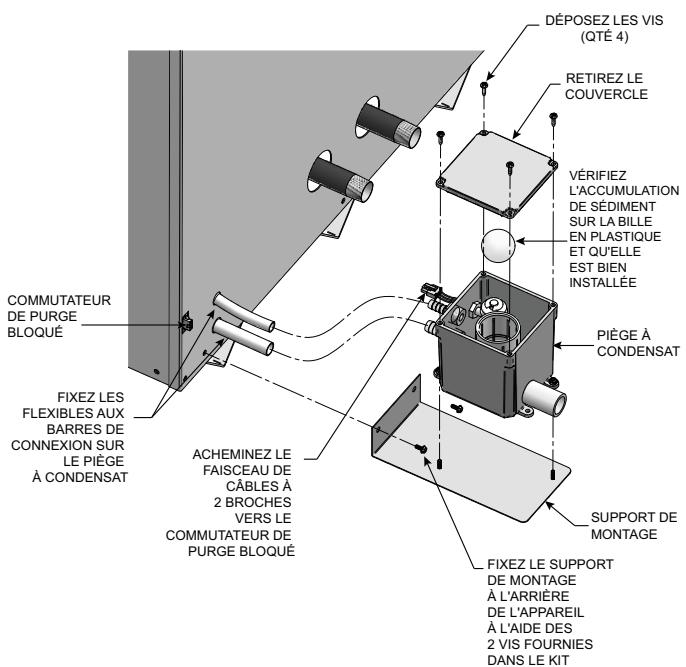

Figure 6-1_ Installer le piège à condensat
- Repérez le kit du piège à condensat expédié démonté avec l'appareil. Le kit comprend une base de montage en tôle, deux (2) écrous et le piège à condensat.
- Installez la base de montage du piège à condensat sur l'arrière de l'appareil dans le coin inférieur gauche, comme indiqué à la FIG. 6-1. Utilisez les trous pré-percés sur l'appareil pour fixer la base de montage à l'appareil.
- Fixez le piège à condensat à la base à l'aide des deux (2) écrous fournis avec le kit. Le piège doit être orienté de façon que les connexions cannelées soient tournées vers l'appareil (FIG. 6-1).
- Repérez les deux flexibles qui sortent de l'arrière de l'appareil. Raccordez le plus gros flexible sur l'appareil à la connexion cannelée inférieure sur le piège à condensat. Fixez le flexible à la cannelure avec un collier de serrage fourni sur place (FIG. 6-1).
- Raccordez le plus petit flexible sur l'appareil à la connexion cannelée supérieure sur le piège à condensat. Fixez le flexible à la connexion cannelée avec un collier de serrage fourni sur place (FIG. 6-1).
- Acheminez le faisceau de câbles à 3 broches entre le piège à condensat et le connecteur correspondant sur le bas de l'arrière de l'appareil comme illustré à la FIG. 6-1. C'est le commutateur de sécurité de purge loquée. Ce commutateur arrête l'appareil si le piège à condensat se remplit trop de liquide.
- Retirez les quatre (4) vis fixant le couvercle supérieur au piège à condensat et retirez le couvercle (FIG. 6-1).
- Repérez la bille en plastique à l'intérieur du tube flottant. Vérifiez qu'il n'y ait rien sous la bille qui puisse l'empêcher de se positionner correctement (FIG. 6-1).
- Remettez en place les quatre (4) vis retirées à l'étape 8.
- Une connexion de tuyau en 1/2" est fournie sur le piège à condensat. Raccordez un tuyau ou un tube approprié à cette connexion (voir FIG. 6-1).